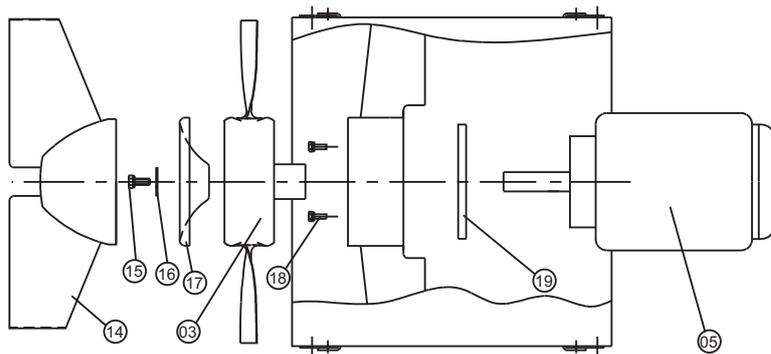

Abb. 3. Demontage und Montage des Motors
- 4 **AUC:** Die Nabekappe abnehmen, Abb. 3, Pos. 17.
- 5 Die Mittelschraube des Laufrades Abb. 3, Pos. 15 abschrauben.
- 6 Die Mittelscheibe Abb. 3, Pos. 16 und für AUC den Nabendeckel Pos.17 demontieren.
- 8 4 Stück Satzschrauben Abb. 3, Pos. 18 losmachen.
- 9 Motor Abb. 3, Pos. 05 und Motorflansch Pos. 19 demontieren. Vor der Demontage die Position des Motors beachten.
- 1 Nach Fertigstellung der Wartungsarbeiten den Motor Abb. 3, Pos. 05 wieder einbauen. Darauf achten, daß der Motorflansch Pos. 19 korrekt angebracht ist und die Motorwelle im Ventilatorgehäuse
konzentrisch angeordnet ist, bevor die Satzschrauben Abb. 3, Pos. 18 angezogen werden.
- 3 Die Mittelschraube Abb. 3, Pos. 15, die Mittelscheibe Pos. 16 und für AUC den Nabendeckel Pos. 17 wieder anbringen.
- 4 Typ ARC: Den Leitapparat Abb. 3, Pos. 14 montieren.